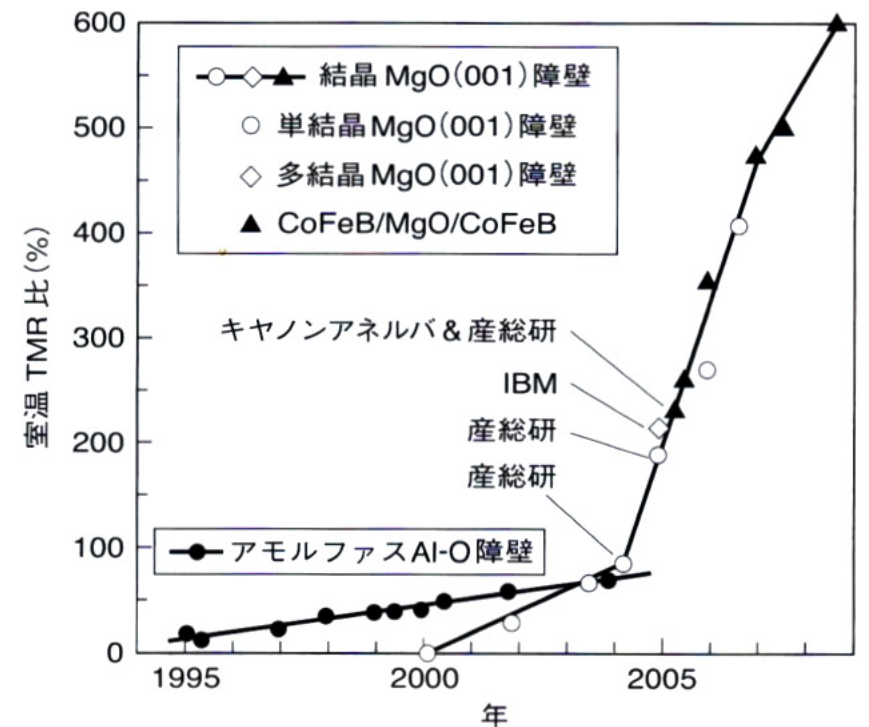

図7 トンネル磁気抵抗比の経緯
- ▶ 2004年、湯浅らはトンネル障壁として、宮崎らのアモルファスAl₂O₃に代えてMgO単結晶層を用いることで、200%におよぶ大きなTMR比を実現したのです^{8,9)}。その後もTMRは図7のように伸び続け、2010年には600%に達しています。